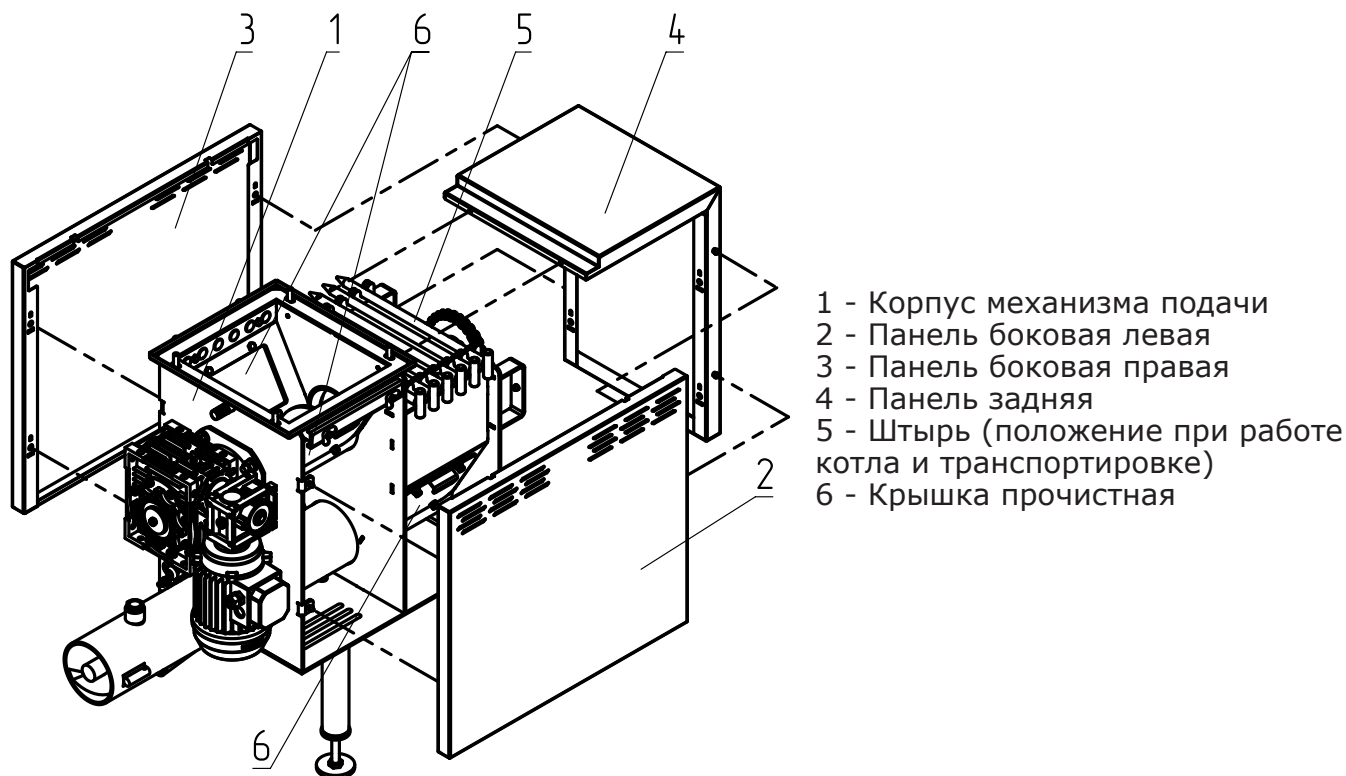

Рис.4 Схема монтажа съёмных панелей механизма подачи (горелка условно не показана).
5.10. При обслуживании подающего механизма может понадобиться снятие боковых и задней панелей. Для этого необходимо потянуть боковые панели (Рис.4 поз.2; 3) на себя сняв их с фиксатора. Затем аналогичным образом снять заднюю панель (поз.4). Установка производится в обратном порядке.
5.10.1. Механизм подачи снабжен штырями для предотвращения просыпания топлива при чистке шнека вручную. При необходимости чистки шнека забить штыри (Рис.4 поз.5).